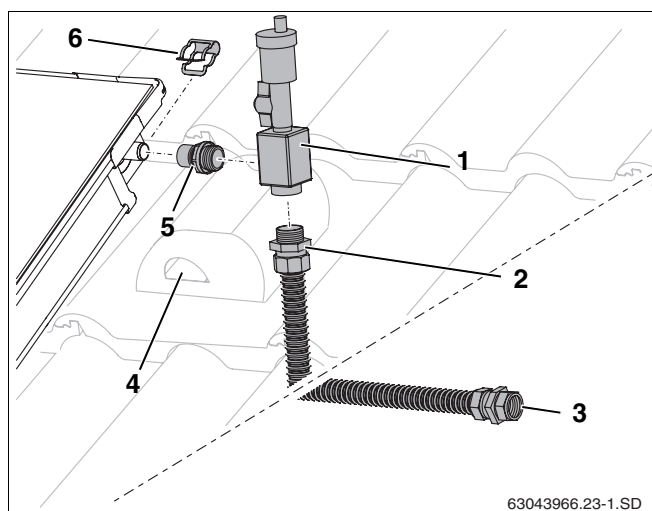

Fig. 58 Montaggio disaeratore
- Avvitare a fondo il nipplo (fig. 58, **pos. 5**) e il tubo di allacciamento (fig. 58, **pos. 2**) nel vaso di sfogo (guarnizione o-ring).
- Infilare il vaso di sfogo (fig. 58, **pos. 1**) con il relativo nipplo sull'attacco del collettore e fissarlo con la graffa (fig. 58, **pos. 6**).
- Far passare il tubo di allacciamento insieme al cavo della sonda attraverso la tegola di ventilazione (fig. 58, **pos. 4**) e attraverso l'isolamento del tetto.
- Collegare la tubazione di adduzione al giunto a bocchettone con anello di bloccaggio (fig. 58, **pos. 3**).